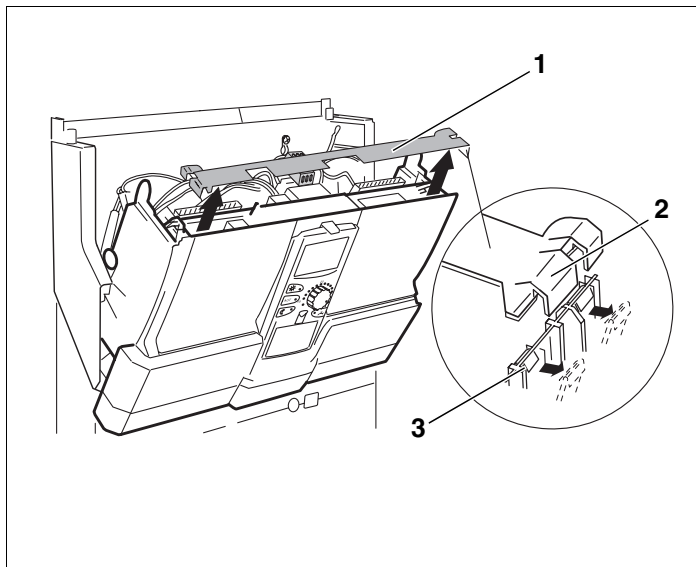

Fig. 4 Demontarea rigletei transversale
Pentru demontarea rigletei transversale (fig. 4, **poz. 1**) aveți nevoie de o șurubelniță.
- Se desprinde rigleta transversală într-o parte. Pentru aceasta, se împinge spre exterior cu șurubelnița, unul din cele două clemă (fig. 4, **poz. 3**).
- Rigleta se ridică de o ureche (fig. 4, **poz. 2**).
- Se scoate rigleta transversală (fig. 4, **poz. 1**).